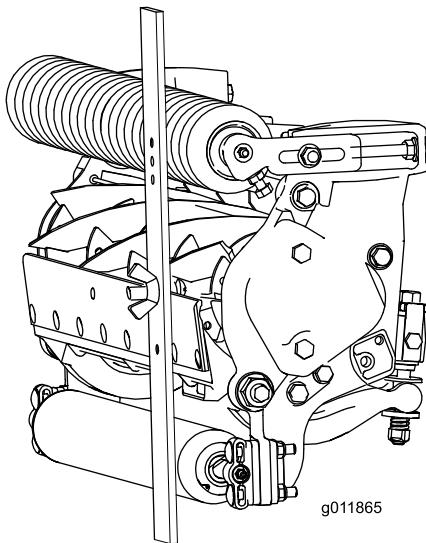

図 16
3. ボルトの頭を下刃の刃先に引っ掛け、バーの後端を後部ローラーに載せたままにする **図 16**。
4. フロントローラーがゲージバーに接触するまで調整ボルトを回す **図 16**。ローラ全体が下刃と平行になるように、ローラの両側を均等に調節する。